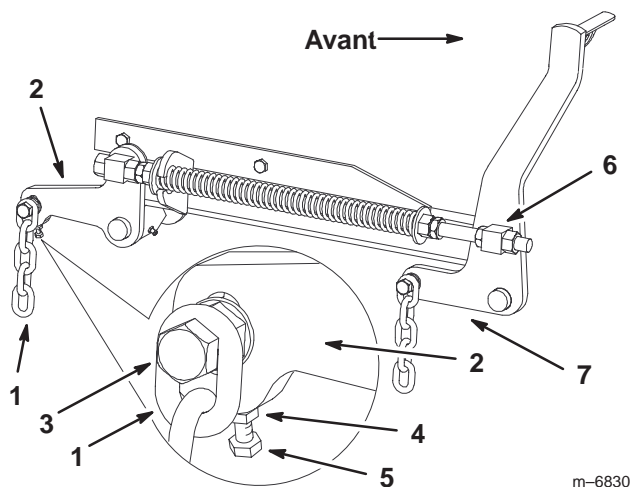

Figure 70
7. Si la distance mesurée au point **B** ou **C** n'est pas correcte, desserrez le boulon qui fixe la chaîne arrière au bras de support arrière (Fig. 70).